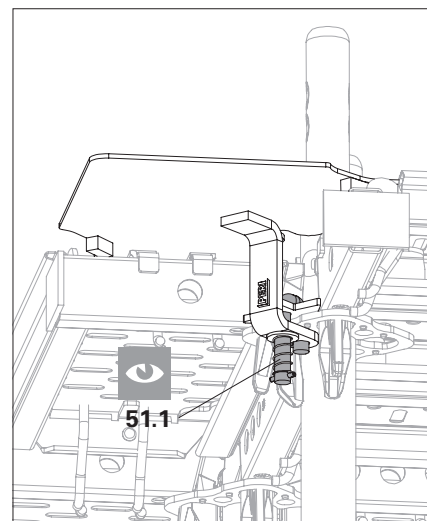

Fig. A7.06b
6. Lasciare che il perno si innesti completamente nella sede della diagonale della rosetta. (Fig. A7.06b)